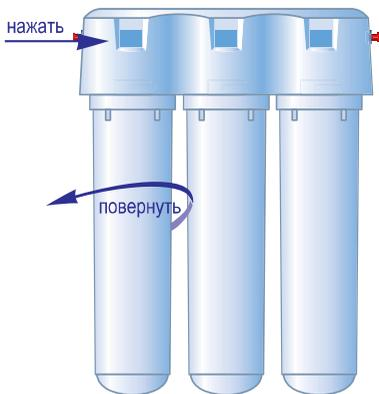

Рис. 5
– перекройте воду перед водоочистителем фонтанчиком и откройте кран-поилку (5), чтобы сбросить давление.
– нажав до упора и удерживая стопорную кнопку на блоке коллекторов (14) водоочистителя, поверните использованный фильтрующий модуль против часовой стрелки (рис. 5);